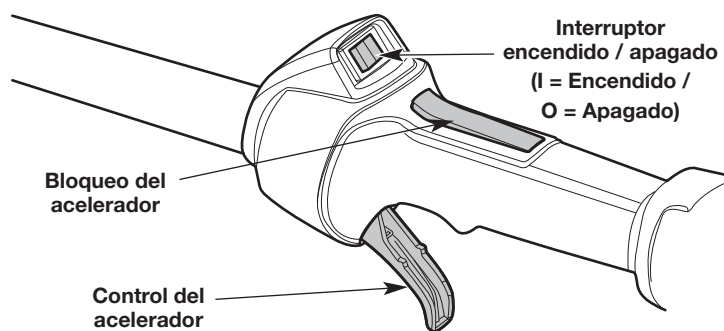

Fig. 11
NOTA: No es necesario encender la unidad. El interruptor de encendido/apagado está en la posición **Encendido (I)** en todo momento (Fig. 11).
NOTA: NO apriete el control del acelerador (Fig. 11) hasta el paso 6.
6. Oprima y mantenga apretado el bloqueo del acelerador (Fig. 11). Apriete el control del acelerador según sea necesario para el funcionamiento (Fig. 11).
2. Oprima y mantenga apretado el interruptor de encendido/apagado en la posición **Apagado (O)** hasta que el motor se pare por completo (Fig. 11).
NOTA: NO apriete el control del acelerador (Fig. 11) hasta el paso 8.
8. Oprima y mantenga apretado el bloqueo del acelerador (Fig. 11). Apriete el control del acelerador según sea necesario para el funcionamiento (Fig. 11).